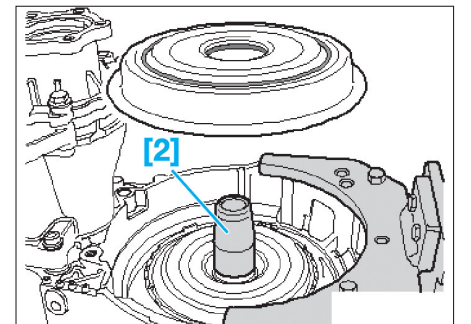

Fig. 12
- [2]. Douille de montage du couvercle arrière (ref. T10302) (Fig.12).
- Retirer maintenant l'outil hors du couvercle par le haut et le placer sur l'arbre de l'embrayage (Fig.12).